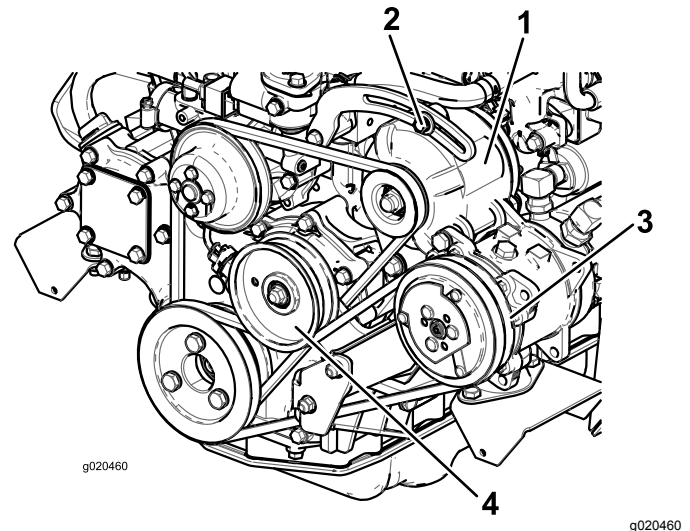

Figura 76
Si la desviación no es de 10 mm, afloje los pernos de montaje del alternador (Figura 76).
2. Si la desviación no es de 10 mm, afloje el perno de montaje de la polea tensora (Figura 76).